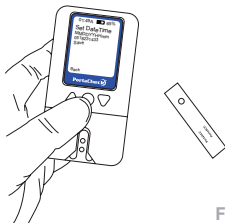

Fig. 1
1. Pulse el botón central para encender el PortaReader™ (Fig. 1).